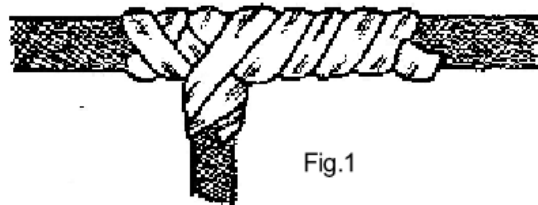

Fig.1
Esta operação consiste em cobrir superfícies desencabadas de condutores com fita isolante (Fig.1). É executada para restabelecer as condições de isolamento dos condutores elétricos.
- Prenda os fios na metade da região desescapada de cada cabo (Fig.1).